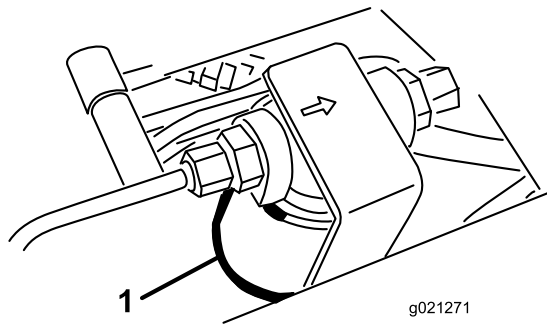
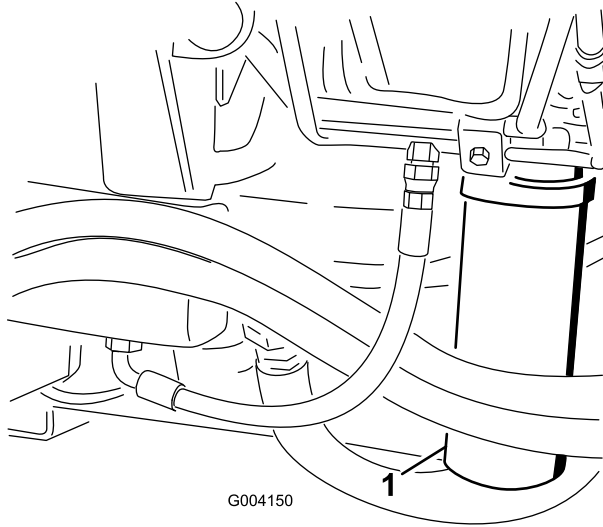

図 101
図 102
2. フィルタ取り付け部付近をきれいに拭い、下に容器を置く 図 101 と 図 102。